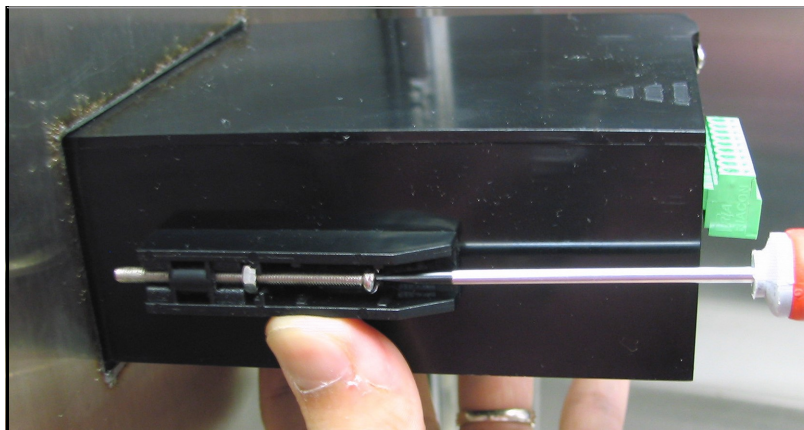

Abbildung 14: Fixieren des Einkanal-Hygrometers im Tafelausschnitt
6. Schrauben Sie mit einem Schraubendreher die Schrauben der Halterungen bis zur Rückwand der Tafel und fixieren Sie das Hygrometer im Tafelausschnitt (siehe Abbildung 14).